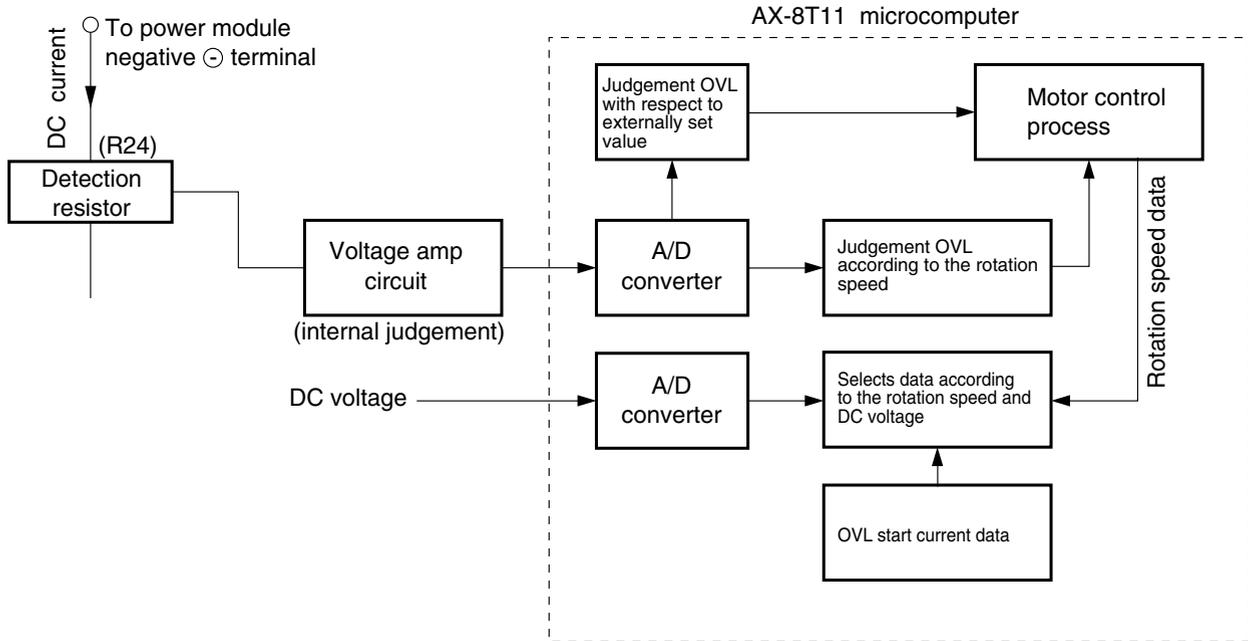
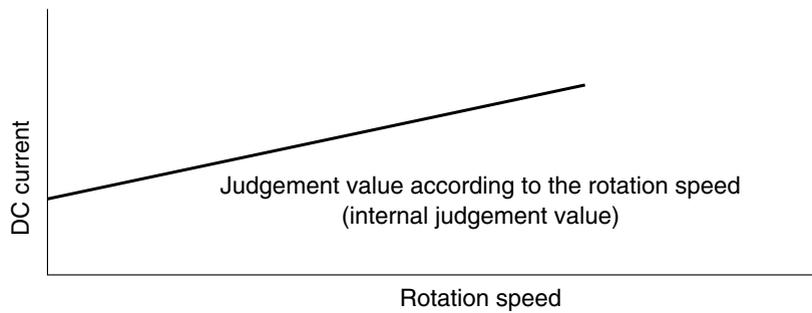

Fig. 7-4 Overload Control System Configuration
Fig. 7-5
- Comme le montre le diagramme, si un courant dépassant 24 A passe, la tension au point A reconnue par la résistance de détection est entrée à la broche ⑨ de SPM2 – HIC, et la tension divisée par R41 et R43 est entrée à la broche ⑨ de IC1. Comme le seuil de IC1 est dépassé dans ce cas, le signal Lo est entré à la broche B (tension au point ⑧). Quand le signal Lo est entré à la broche ⑰ du microprocesseur, le microprocesseur arrête la sortie de commandes.
(2) Overload control circuit (OVL control circuit)
- Fig. 7-4 shows the overload control system configuration and Fig. 7-5 is a characteristic diagram of overload judgement values. There are two judgement methods-external judgement which compares the externally set value with the DC current values regardless of the rotation speed and internal judgement which compares the set value that varies according to the rotation speed programmed in the microcomputer software with the DC current value.